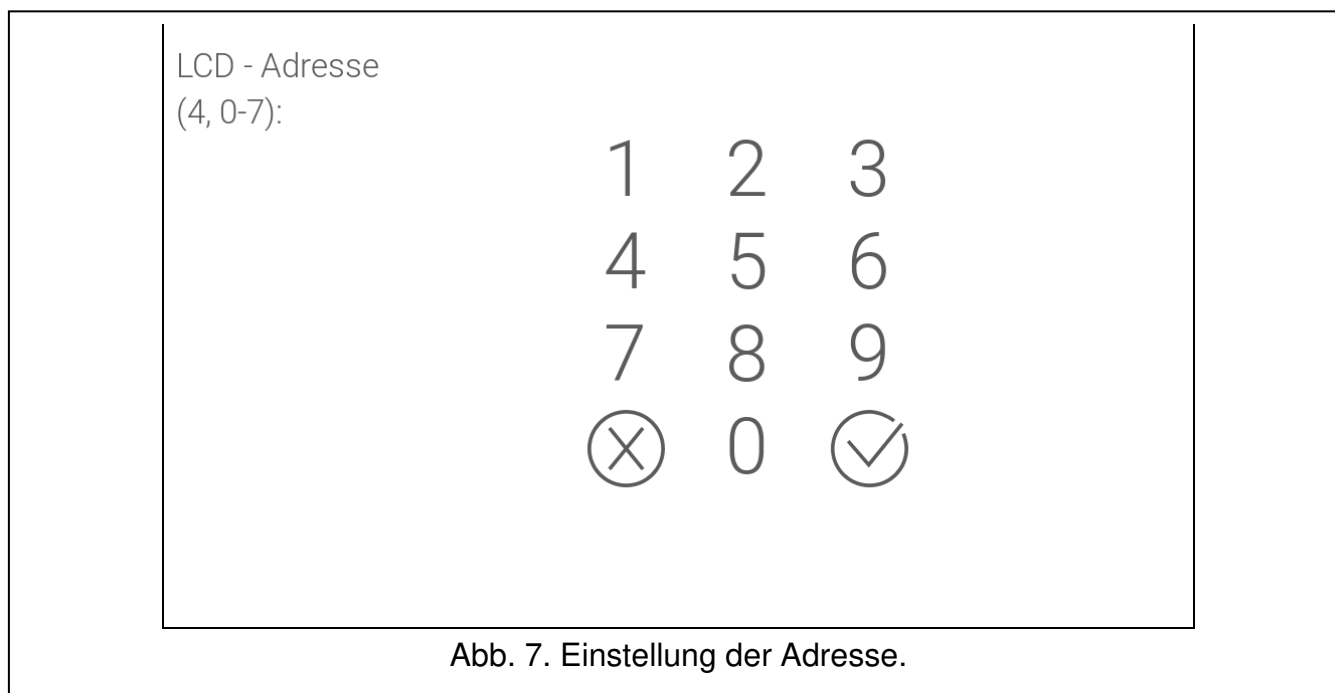

Abb. 7. Einstellung der Adresse.
1. Tippen Sie nacheinander auf „Struktur“ ► „Module“ ► „Identifizierung“ ► „BedTeil-Adresse“. Alle verdrahteten Bedienteile werden folgende Meldung anzeigen: „LCD - Adresse (n, 0-x)“ [n – Bedienteiladresse; 0-x – Bereich bedienter Adressen] (Abb. 7).